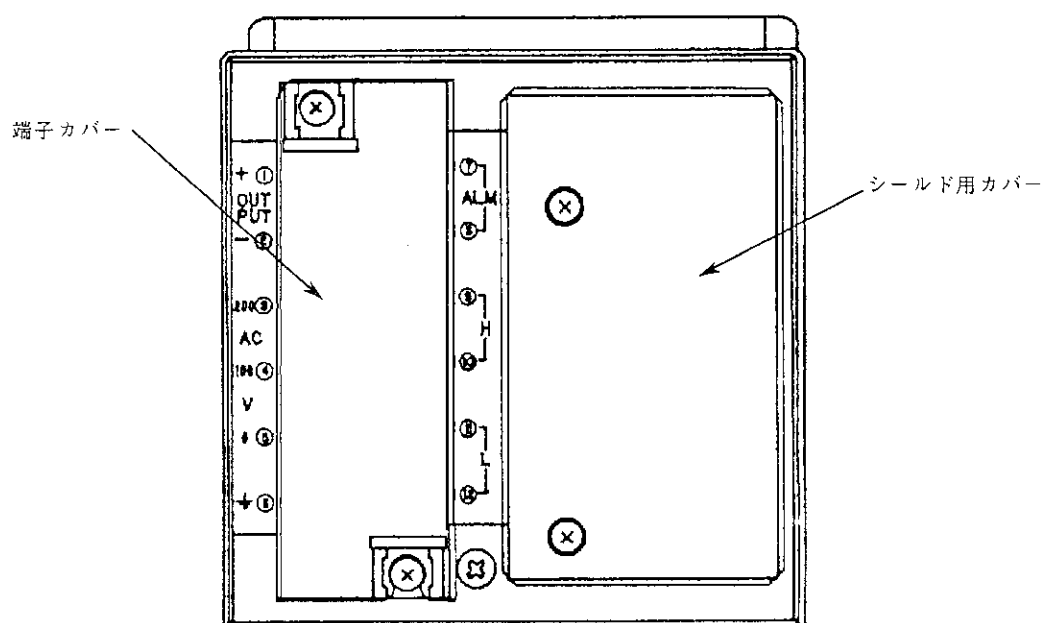

図 3.5 シールド用カバーと端子カバー
- (1) 電源および出力信号端子を覆っている端子カバー (図 3.5 参照) をはずします。端子カバーは 2 本のねじで固定されていますので、このねじを緩めてください。
- (2) ケーブルを端子に接続します。ケーブルに端末処理を施し、その芯線を該当する端子に正しく接続してください。
- (3) (1)項ではずした端子カバーを元のように取り付けてください。